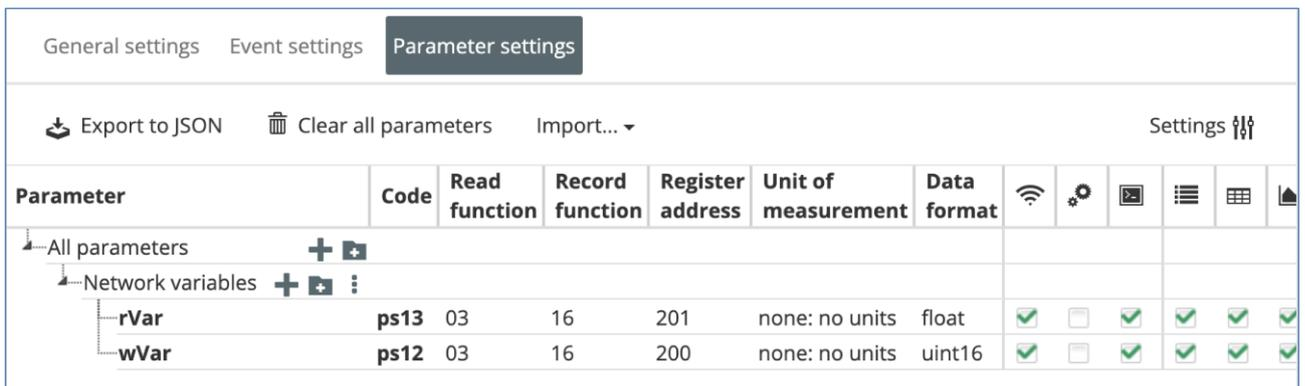

Abb. 16.7
3.4. Die Parameter aus ALP werden zu dem Gerät in akYtec Cloud hinzugefügt (Abb. 16.7).